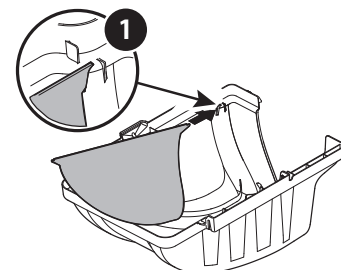

Figure 13
3. Si ce n'est pas déjà fait à l'usine, installer la grille de l'ensacheuse (731-06504) dans le couvercle de l'ensacheuse (631-04292) en insérant d'abord l'extrémité la plus proche du côté avec la découpe (1) dans le trou de montage, comme dans Figure 13.